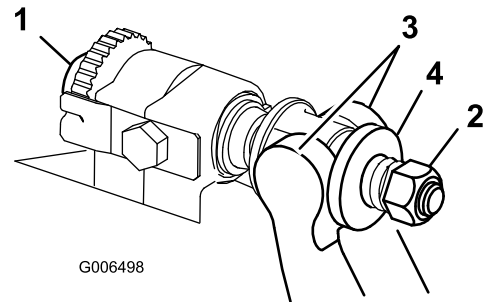

Figura 37
1. Gire los tornillos de ajuste de la barra de asiento en sentido antihorario para alejar la contracuchilla del molinete (Figura 37).
2. Afloje la tuerca de tensado del muelle hasta que el muelle deje de presionar la arandela contra la barra de asiento (Figura 37).